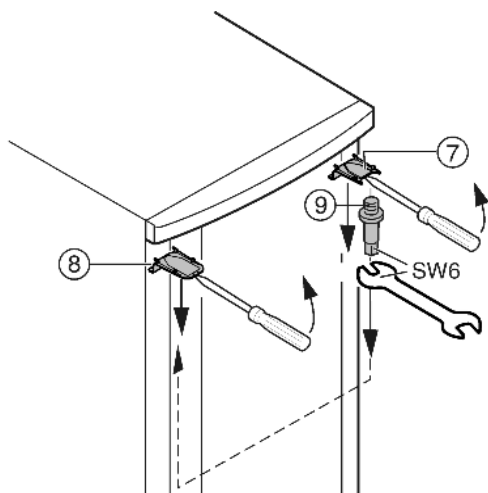

Fig. 6
- ▶ За допомогою викрутки зверху зніміть з фіксатора кришку Fig. 6 (7) та кришку Fig. 6 (8) і зніміть їх під кутом донизу.
- ▶ Викрутіть гвинти Fig. 6 (9) і закрутіть їх з протилежного боку (з моментом 4 Нм).
- ▶ Знову встановіть кришку Fig. 6 (7) на боці гвинта: вставте ззаду і зафіксуйте спереду.
- ▶ Встановлення кришки Fig. 6 (8) на протилежному боці: вставте ззаду і зафіксуйте спереду.
- ▶ Підвісьте верхню частину дверцят на гвинт Fig. 6 (9).